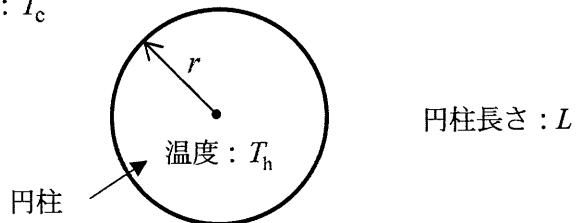
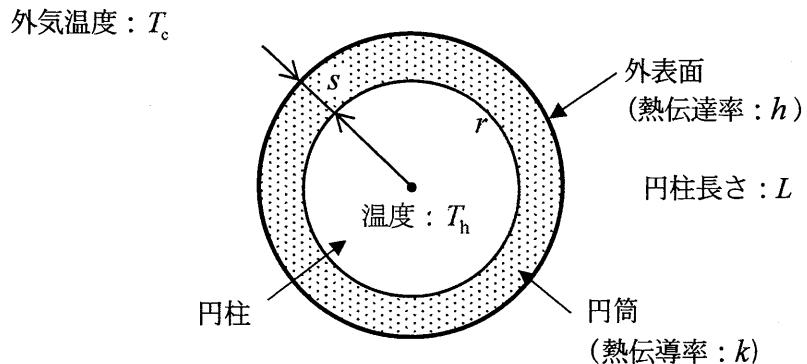

図3 円柱の断面
図4 円柱と円筒状材料の断面
(3) 図3に示すように、半径 r 、長さ L 、温度 T_h の円柱が、温度 T_c の外気にさらされている。このとき、円柱の温度は均一で変化しないものとし、円柱の両端面における熱の授受はないものとする。ここで、円周率 π を 3.14、 $\ln 1.4 = 0.3365$ とする。
- 1) 図3において、円柱の半径 r が 5mm、長さ L が 2m であり、円柱の温度 T_h が 380K、外気温度 T_c が 300 K であった。円柱の表面と外気の間の熱伝達率を $5 \text{ W}/(\text{m}^2 \cdot \text{K})$ とするとき、単位時間当たりの放熱量は [W] である。
2) 次に、図3で示す円柱の周りに、図4のように熱伝導率 k で厚さ s の材料を円筒状に巻く。